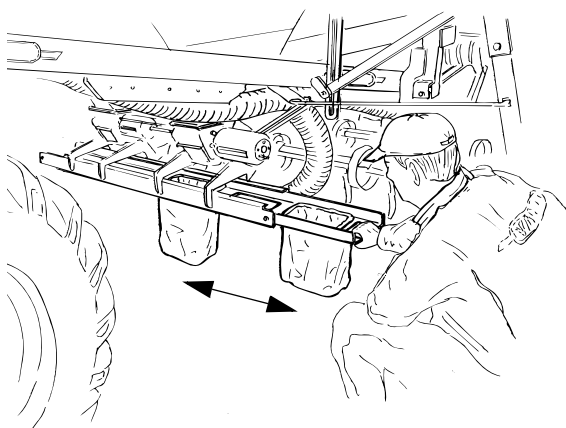
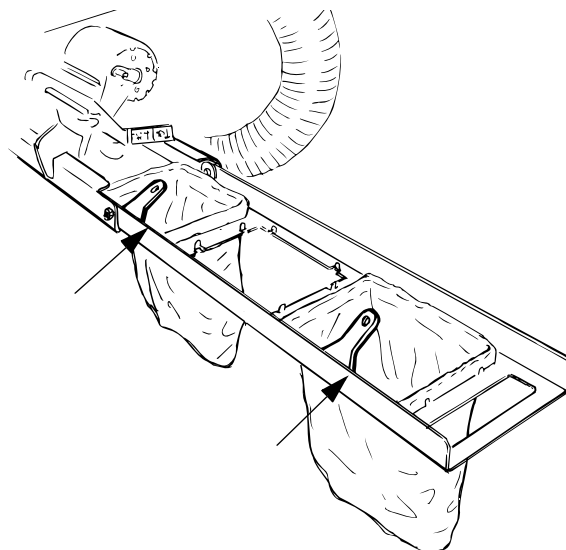

Figure 14.70
Figure 14.71
- 3 Vytáhněte sáně a umístěte kalibrační pytle do dvou vnějších otvorů, viz "Figure 14.70" a "Figure 14.71". Přesvědčte se, zda rukojeti pytlů směřují správným směrem. Zatlačte kalibrační sáně proti